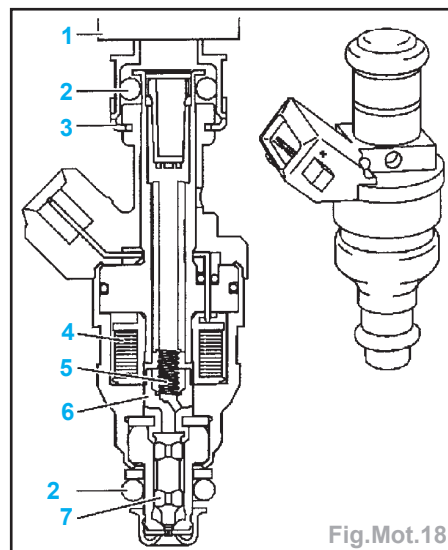

Fig.Mot.18
- Lorsque l'enroulement d'électroaimant (4) est mis sous tension, l'aiguille (7) d'injecteur est soulevée d'environ 0,1 mm par l'induit d'électroaimant (6), s'opposant au ressort hélicoïdal (5) (Fig.Mot.18). Le carburant sort par un trou pour être injecté. La commande des injecteurs est assurée par le calculateur, qui envoie des impulsions électriques de durée appropriée.